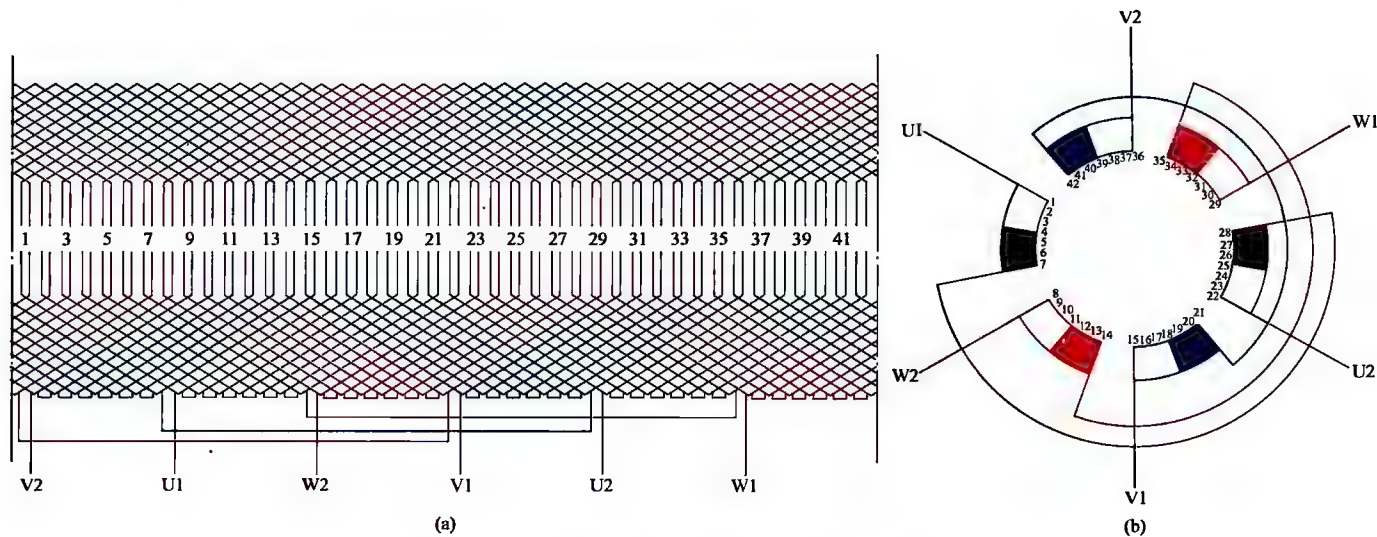

图 1-16 三相 2 极 42 槽双层叠绕组 1 路接法
16. 三相 2 极 42 槽双层叠绕组 1 路接法展开图与接线圆图 (见图 1-16)